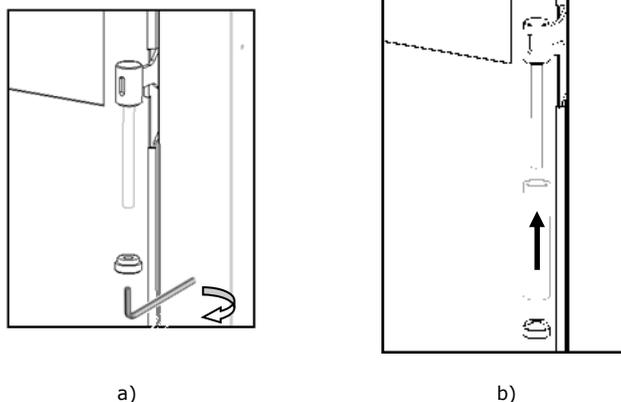

Figura 68 – Attrezzature di fissaggio maniglia
u) Per rendere l'installazione della maniglia revoca la base del manico, esistente la porta con la chiave esagonale n 5 (vedere la Figura 68-a) e applicare il kit 1 del tubo (vedi figura 68 b), e quindi premendo la base rimossa prima, in direzione opposta alla figura 68-a.